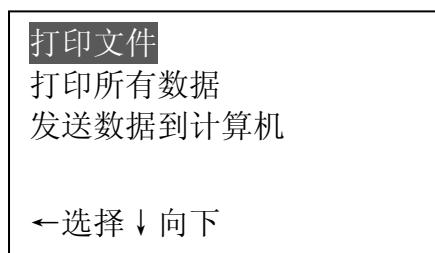

图 41
- i. 用 **↓** 或 **↑** 键将光标移至 **打印文件**，如下图 41，